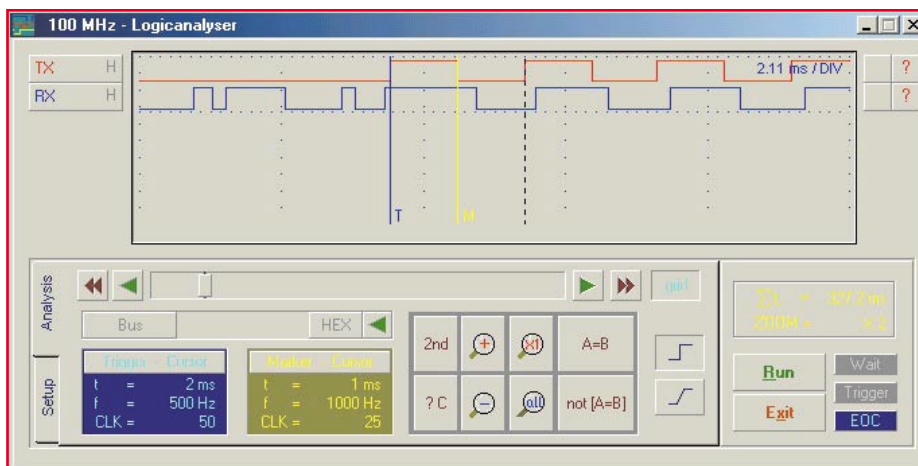

Bild 5: Direkte Vergrößerung eines Signalbereichs durch Aufziehen eines Fensters
- Durch Ziehen eines Fensters innerhalb des Signaldarstellungsfensters ist ein bestimmter Signalbereich direkt vergrößerbar, siehe dazu Abbildung 5. Hier lassen sich mit dem Marker und dem Cursor direkt die Impulslängen ermitteln und Send- und Empfangsbits vergleichen.